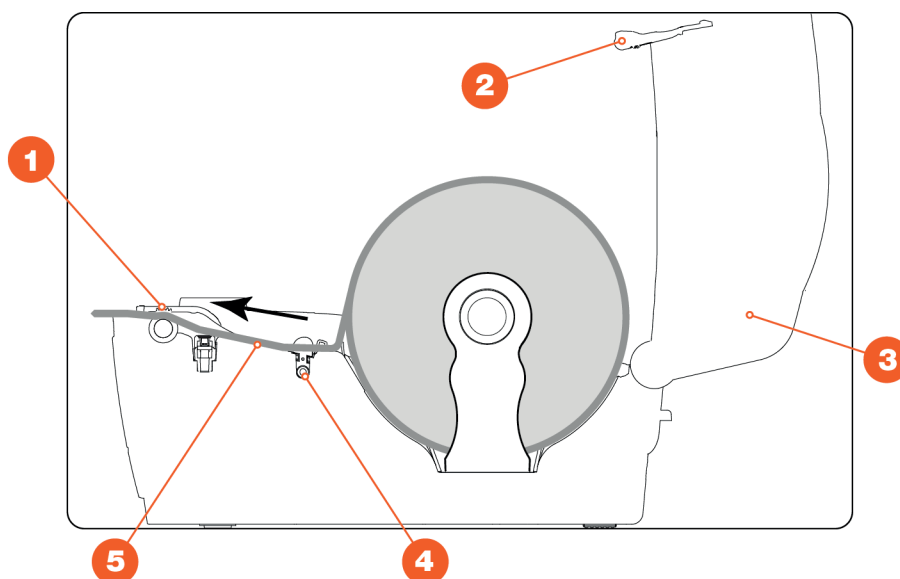

Abb. 6 *Etikettendrucker – Etikettenbandlage (Ansicht von rechts)*
6. Führen Sie das Etikettenband über die Bandführungen zur Ausgabeseite, siehe Abb. 6.